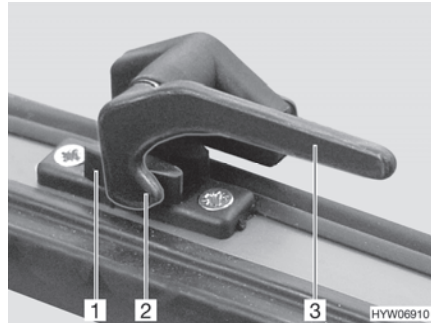

Fig. 46 Leva di serraggio in posizione "Chiuso"
- Ruotare la leva di serraggio (Fig. 46,3) di un quarto di giro verso il centro della finestra.
- Ruotare la leva di serraggio (Fig. 46,3) di un quarto di giro verso il telaio della finestra. Il nasello di chiusura (Fig. 46,2) si trova sul lato interno della chiusura della finestra (Fig. 46,1).
- In posizione "Completamente chiusa" (Fig. 46)